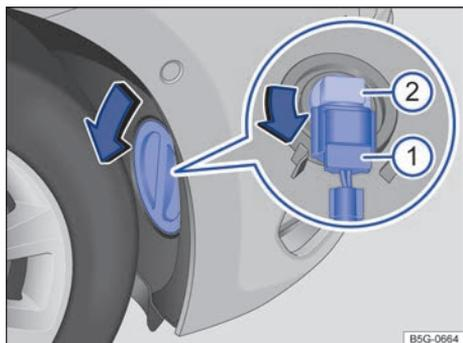

Fig. 190 En el guardabarros delantero derecho: cambio de lámpara en el faro.
- 3 Gire la tapa situada en el guardabarros en el sentido de la flecha y retírela → fig. 190.
- 4 Desbloquee el conector → fig. 190 ① y desáctíplelo.
- 5 Gire el portalámparas → fig. 190 ② en el sentido contrario al de las agujas del reloj, hasta el tope, y extráigalo junto con la lámpara hacia atrás.
- 8 Acople el conector → fig. 190 ① al portalámparas → fig. 190 ②. El conector debe encastrar de forma audible.
- 9 Coloque la tapa en el guardabarros → fig. 190 y bloquéela.